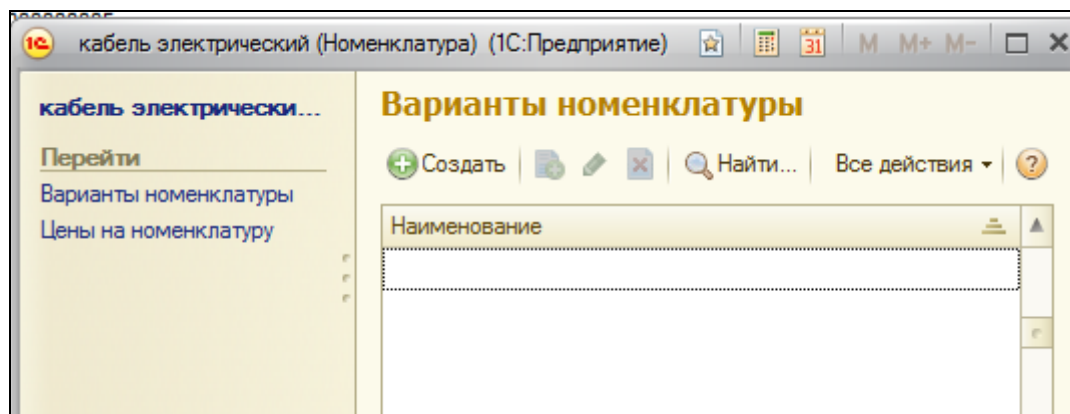

Рисунок 6.15 Список вариантов номенклатуры
12. Обновить базу данных и перейти в пользовательский режим. Вновь открыть в подсистеме **Учет материалов Кабель электрический** в группе **Материалы**. Проверить результат изменений (рис. 6.15).